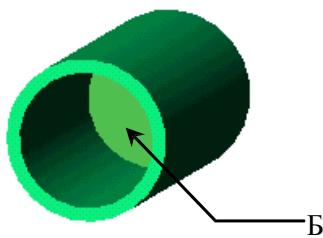

Рис. 2.6. Элемент «Глухое отверстие»
10. Переименовать созданный элемент в дереве конструирования. Присвоить название «Глухое отверстие» (рис. 2.6).